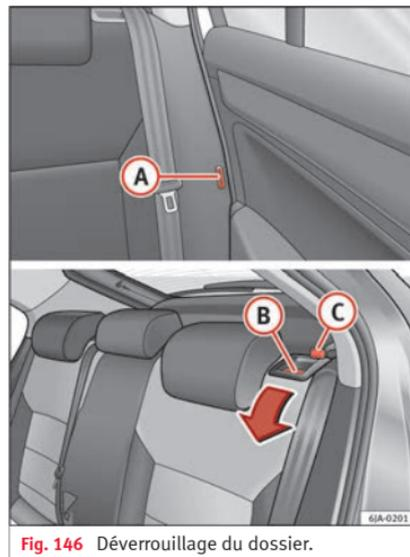

Fig. 146 Déverrouillage du dossier.
- Introduisez le pêne de la ceinture de sécurité dans le trou **(A)** » fig. 146 situé sur le côté correspondant du véhicule - position de sécurité.